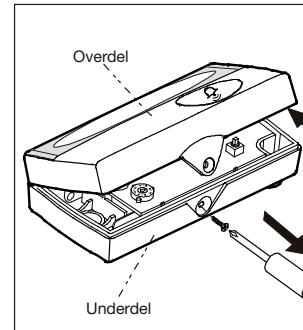

Fig. 1
1. Skruva loss överdelen med hjälp av en stjärnskruvmejsel (fig. 1).
- Skruta loss överdelen med hjälp av en stjärnskruvmejsel (fig. 1).